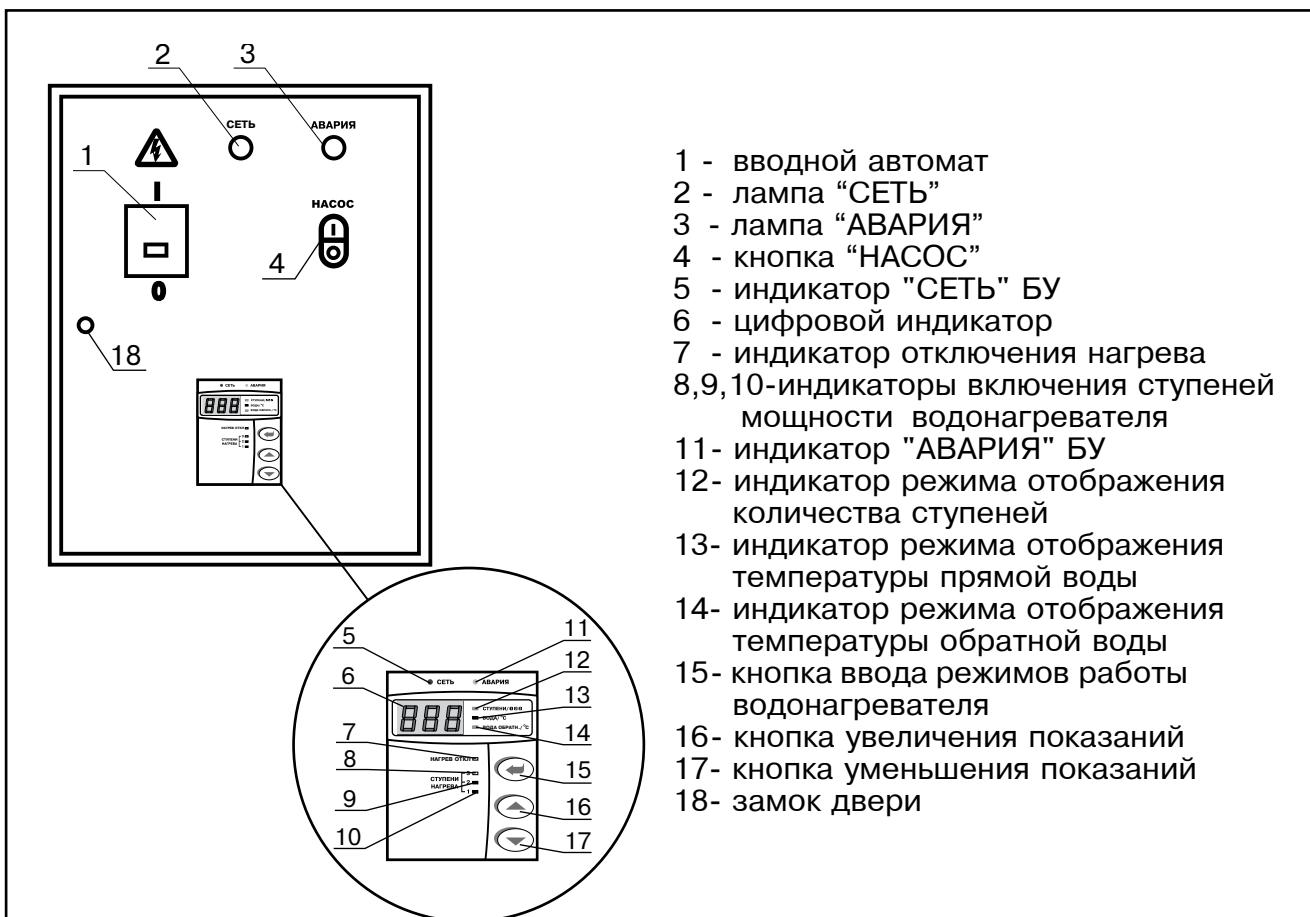

Рис.1 Расположение органов управления панели ПУ ЭВТ-ИЗ.4
4.1.Панель состоит из металлического корпуса настенного исполнения с дверцей, в котором установлены элементы коммутации и защиты. Внешний вид панели управления приведен на Рис.1.
7.1. Общий вид и назначение органов управления, расположенных на передней панели щита, приведены на рис. 1.